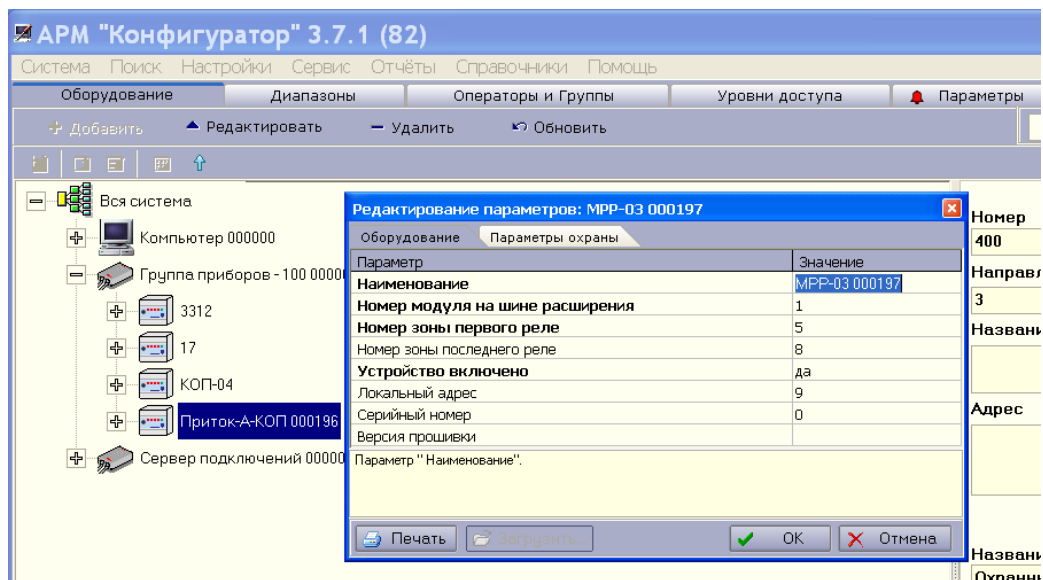

Рисунок 9
- нажмите кнопку «ОК» (см. Рисунок 9).